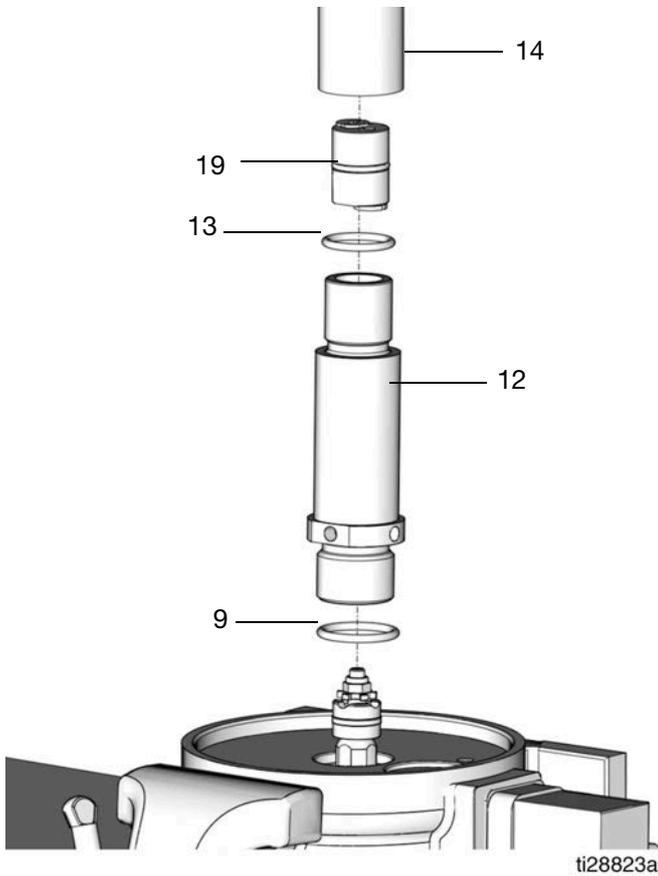

FIG. 37
15. Utilisez une clé pour serrer le contre-écrou (31).
16. Joint torique (13) du tuyau de sortie et joint torique (9) du cylindre de pompe
Appliquez une fine couche de graisse sur le joint torique (13) du tuyau de sortie et sur le joint torique (9) du cylindre de pompe, et mettez les joints toriques sur le tuyau de sortie (14) et le cylindre de pompe (12) (FIG. 37).